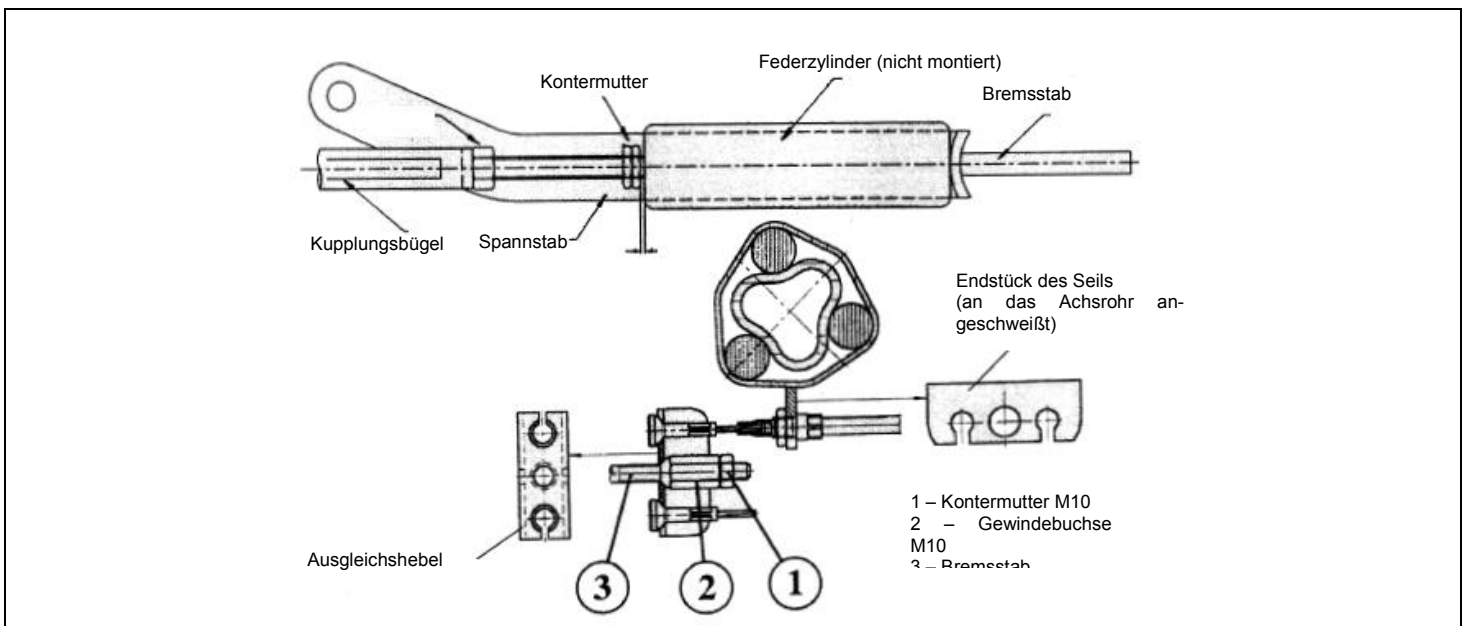

Abbildung 9.5 – Aufbau der Bremsanlage/Detail
7. Kontrollieren Sie die Einstellung am Endes des Bremsseils, dort wo es in dem in der Mitte der Achse festgeschweißten Endstück (Gegenhalter) eingehängt ist. Wenn das innere Seil gelöst ist, soll es etwa 5 bis 8 mm herausragen (Abbildung 9.5).
- Anmerkung:** Ein zu starkes Verstellen der Gewindebuchse (Abb. 9.5 – Nr. 2) kann zu einem Verschieben des Bremsseils und somit zu einer Verringerung des Bremsbelagspiels führen. Wenn der Kupplungshebel zum Anliegen kommt, kann dies an einer falschen Einstellung der beiden am Federzylinder befindlichen Kontermuttern liegen. Lösen Sie die Kontermuttern und stellen Sie den Bremsstab wie oben beschrieben ein (Abbildungen 9.4 und 9.5).